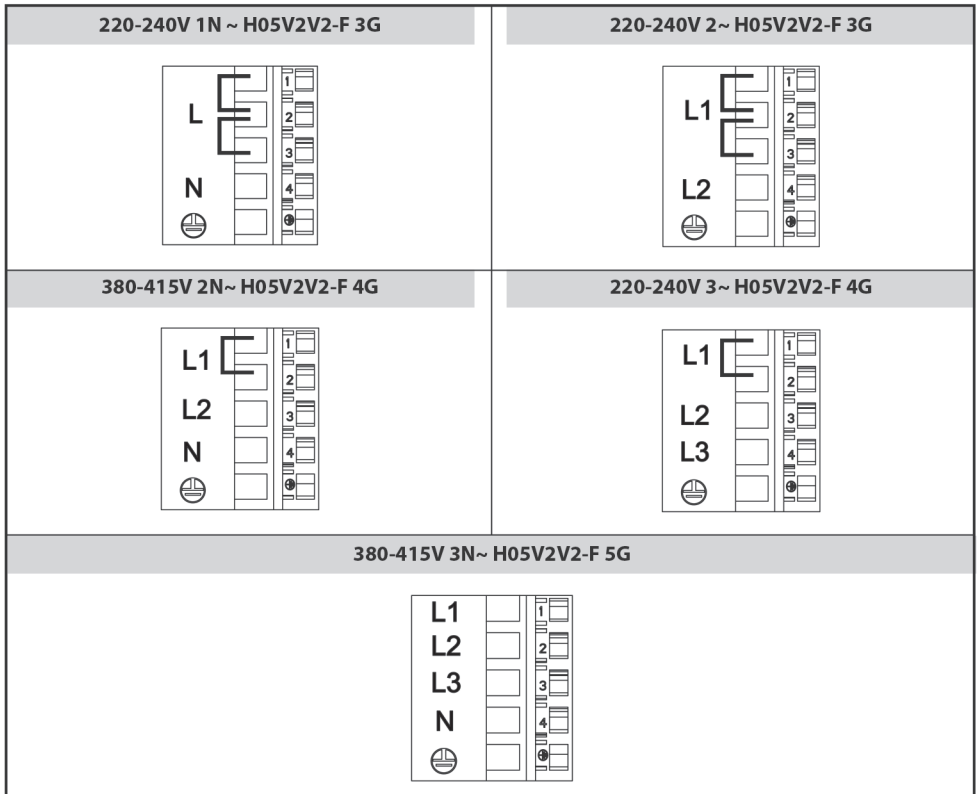

Рис. 4
• ФУНКЦИЯ «БЛОКИРОВКА ОТ СЛУЧАЙНЫХ НАЖАТИЙ» (рис. 4В)
ТАЙМЕР (рис. 4Т)